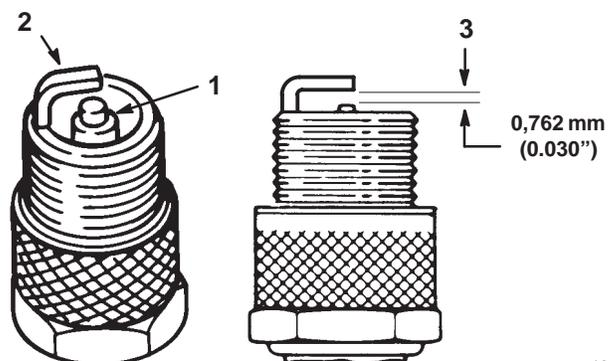

Abbildung 24
1. Auf die Mitte der Zündkerze sehen (Abb. 24). Wenn der Kerzenstein hellbraun oder grau ist, ist der Motor richtig eingestellt. Eine schwarze Schicht am Kerzenstein weist gewöhnlich auf einen schmutzigen Luftfilter hin.
2. Den Abstand zwischen den mittleren und seitlichen Elektroden prüfen (Abb. 24). Die seitliche Elektrode verbiegen (Abb. 24) wenn der Abstand nicht stimmt.